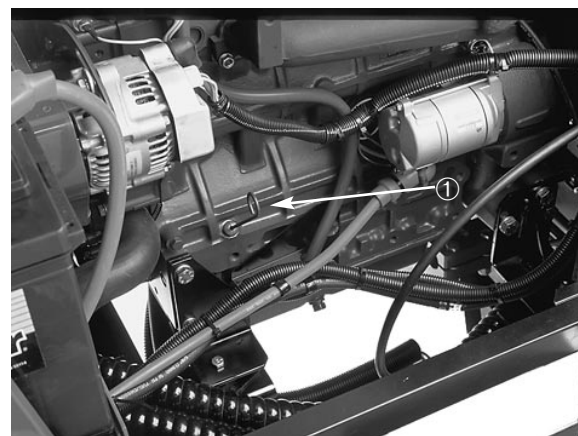

Figure 2
3. Vérifier la jauge d'huile (Fig. 2). Le niveau d'huile doit atteindre le repère maximum (FULL).